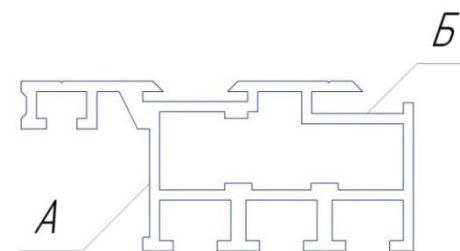

Рис.3. Профиль SB101
2) Вклеить в паз "А" (рис.3) - уплотнитель резиновый самоклеющийся SB109.